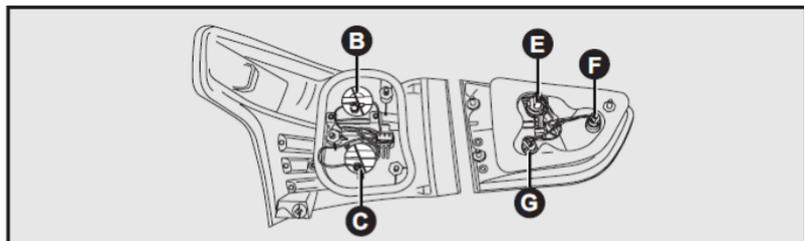

fig. 22
- Quitar los portalámparas B (luz de giro) o C-fig. 22 (posición/freno), girándolas en el sentido antihorario;
- Sacar las lámparas quemadas F o G-fig. 22 de los portalámparas, tirando de las mismas;
- Sacar la lámpara quemada E-fig. 22 (luz de marcha atrás) presionándola y girándola en el sentido antihorario;